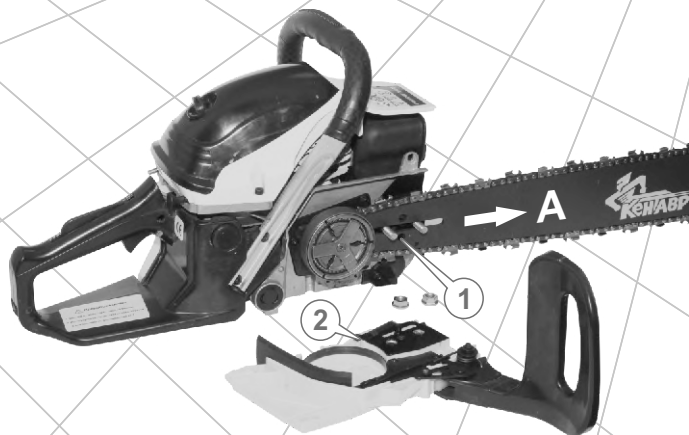

Рис. 5
4. Открутите Т-образным ключом 13x19 мм две гайки, фиксирующие прижимную крышку шины (2) (см. рис. 5). Снимите прижимную крышку.
7. Наденьте шину с цепью на направляющие шпильки (длинным пазом), чтобы штифт натяжителя цепи (1) точно совпал с натяжным отверстием шины (см. рис. 5).
8. Наденьте цепь на ведущую звездочку, расположенной на муфте сцепления и вставьте в паз шины хвостовики. Проведение этой операции начните с верхней ветви шины. Немного сдвиньте шину в направлении стрелки (A) (см. рис. 5), чтобы цепь слегка натянулась.